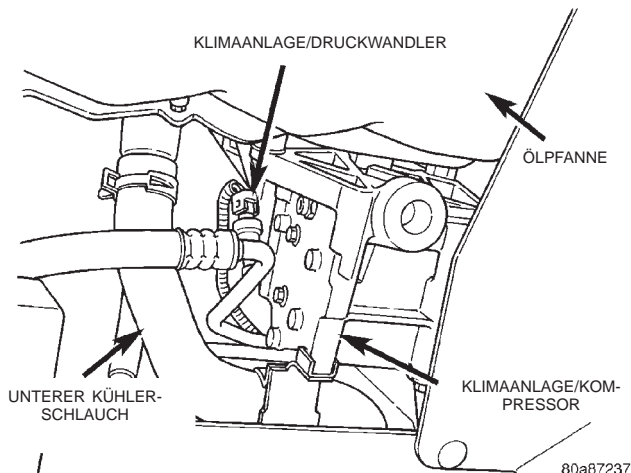
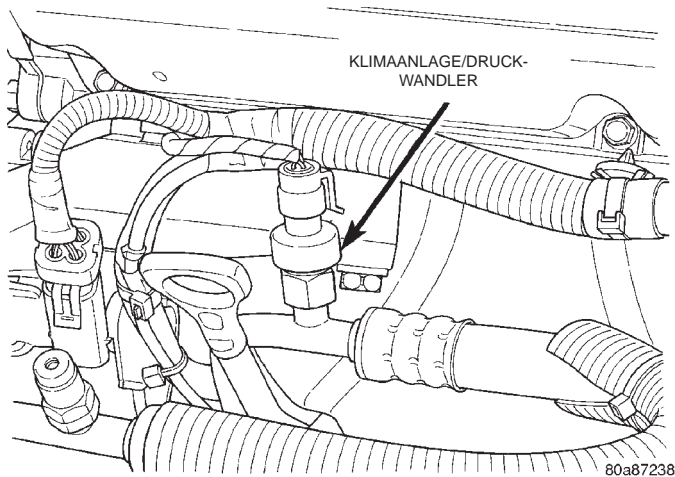

Abb. 11 Druckmeßwandler (2.4L-Motor, Ansicht von der Unterseite des Fahrzeugs)
Abb. 12 Druckmeßwandler (2.5l-Motor)
- (3) Den Druckmeßwandler mit einem 14-mm-Maulschlüssel durch Drehen nach links lösen (Abb. 11) und (Abb. 12).